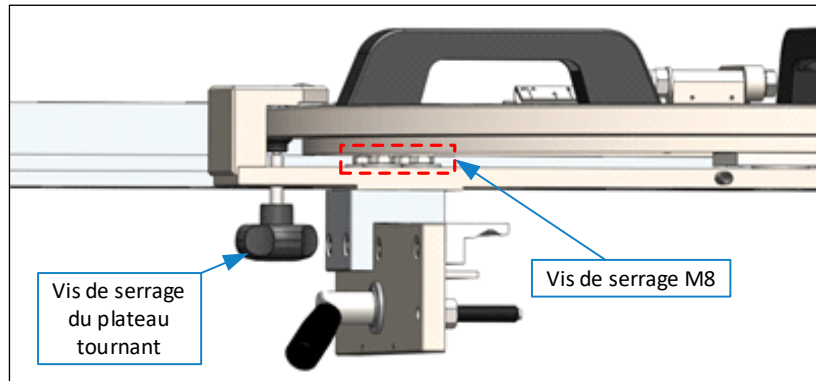

Figure 4 : ajuster DSG-A (1)
1. Faire pivoter le guide à onglets à env. 45° et desserrer les quatre vis de serrage M8 (voir ⇒ Figure 4).